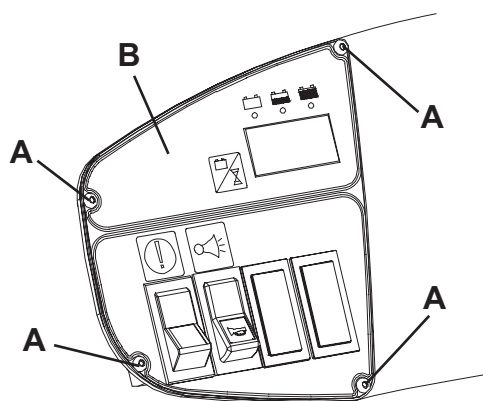

Figure 26
8. Vérifier que le connecteur (25) des batteries est débranché.
9. Enlever la tige de support (37) et fermer le coffre (22).
10. Enlever les vis (A, Fig. 26) et déposer le tableau de bord droit (B) avec soin.
12. Installer avec soin le tableau de bord (B, Fig. 26) et le fixer à l'aide des vis (A).
13. Ouvrir le coffre (22), brancher le connecteur (25) des batteries et refermer le coffre (22).